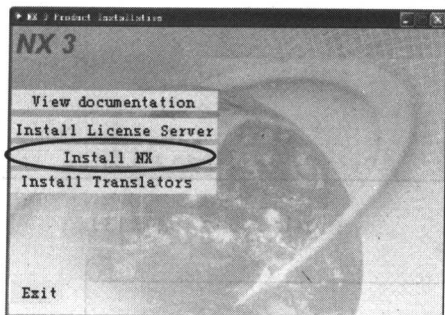

图 1-10 安装步骤(8)
(14) 完成服务程序的安装后，开始安装 UG NX 3 主体程序，选择如图 1-10 所示的 Install NX 选项。